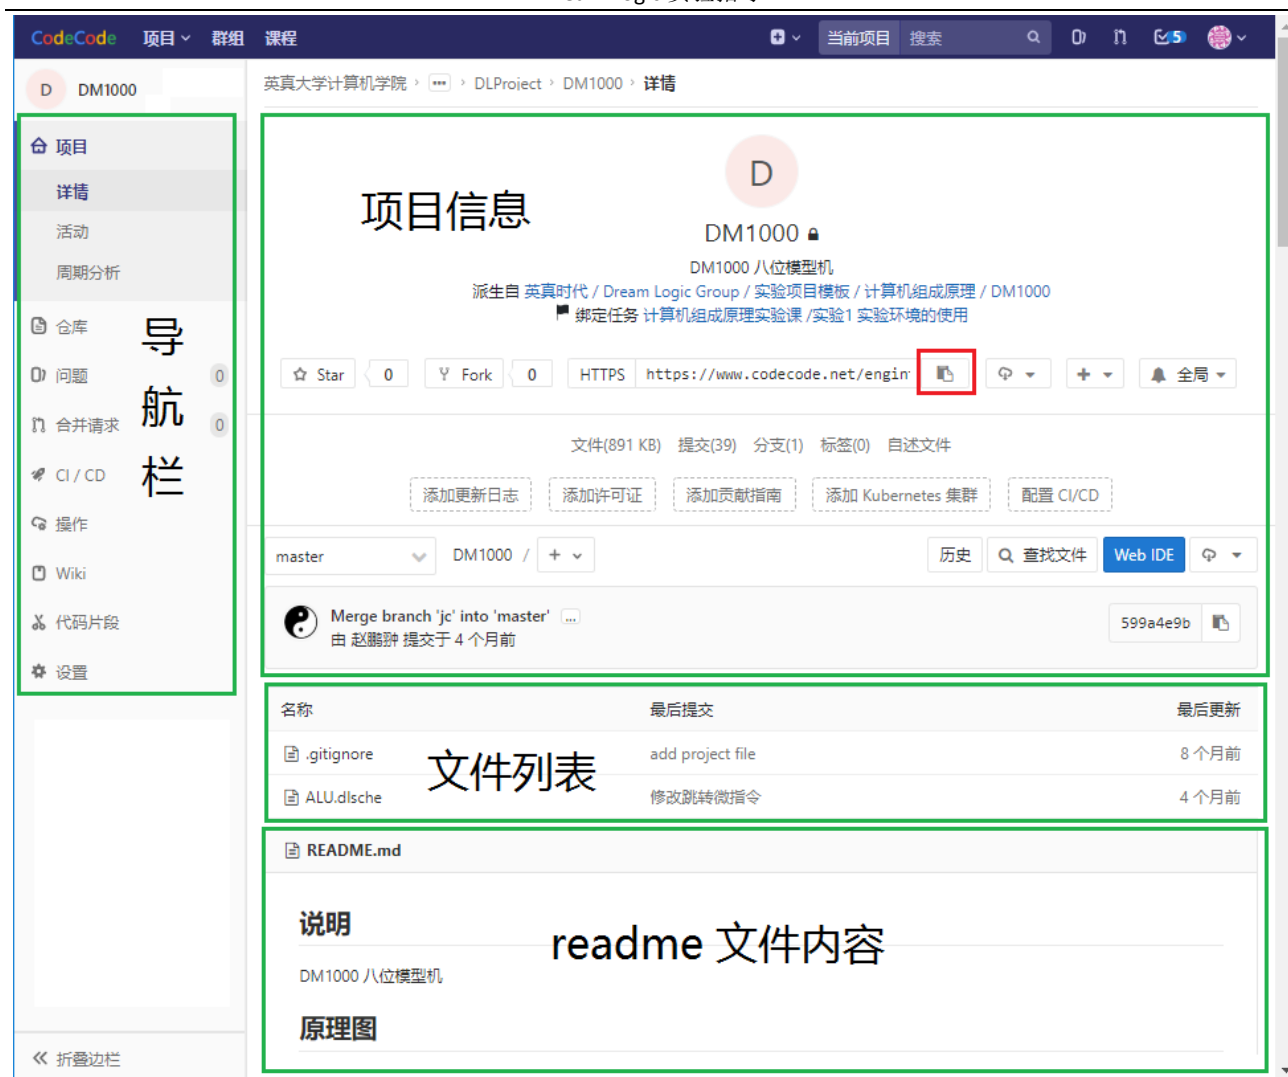

图 1-1: 个人项目的详情页面
7. 个人项目的详情页面主要包括左侧的导航栏、项目信息、文件列表、readme.md 文件内容等，如图 1-1 所示。
8. 在图 1-1 中，点击红色方框中的按钮，可以复制当前项目的 URL，在本实验后面的练习中会使用这个 URL 将此项目克隆到读者计算机的本地磁盘中，从而供读者进行修改。
2. 在“Git 远程库 URL(G)”中填入读者个人项目 Git 远程库的 URL 地址（在图 1-1 中，点击红色方框中的按钮，可以复制 URL）。